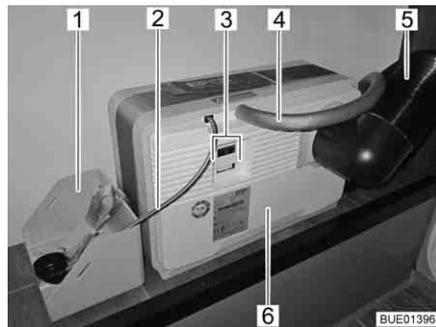
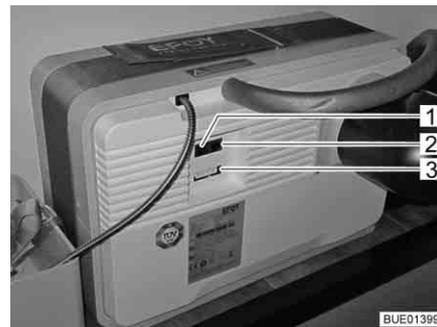

Fig. 163 Pila de combustión con cartucho de metanol
Fig. 164 Campo de conexiones de la pila de combustión
La pila de combustión se compone de varios componentes que están instalados en el compartimento de almacenamiento trasero (Fig. 163), así como de una unidad de mando (Fig. 165) en el habitáculo.
En la pila de combustión (Fig. 163,6) se encuentran:
- la conexión para la manguera de aire de escape (Fig. 163,4) o la abertura de llenado para el Service Fluid (fluido de servicio)
- el tubo de calor de escape (Fig. 163,5)
- las conexiones eléctricas (Fig. 163,3) con interfaz de datos (Fig. 164,2), conexión del aparato (Fig. 164,3) y conexión para el panel de mando (Fig. 164,1)
A la pila de combustión pertenece un cartucho de metanol que está conectado a la pila de combustión (Fig. 163,6) a través de la conexión para el reabastecimiento (Fig. 163,2).
El cartucho de metanol está amarrado en el portador de cartucho de metanol (Fig. 163,1).